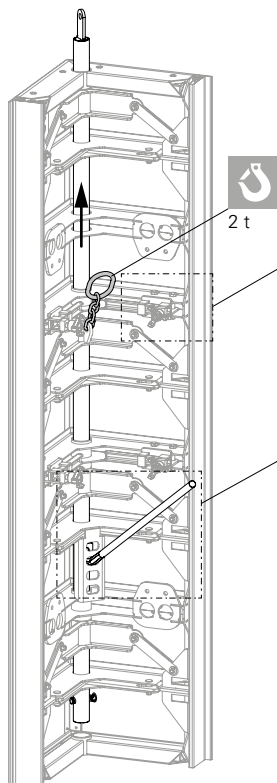

Fig. A11.04
1. Démonter les tiges d'ancrage de la face de fermeture (1).
2. Desserrer les écrous papillons de la filière de positionnement et repousser le coulisseau – 4x. (Fig. A11.04 + A11.04a)
4. Fixer l'élingue au point de suspension de charge : (Fig. A11.04)
6. Pousser le levier (pince à talon) vers le bas. Le tube glisse vers le haut et la position de décoffrage est réglée. (Fig. A11.04 + A11.04b + A11.04c)